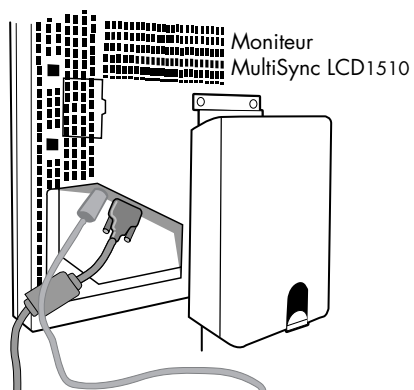

Figure C.1
**NOTA : Pour obtenir un adaptateur de câble Macintosh pour le MultiSync LCD1510, MultiSync LCD1510V ou MultiSync LCD2010, appelez NEC Technologies au (800) 820-1230.**
3. **MultiSync LCD1510 et MultiSync LCD1510V :** Branchez le mini-connecteur D-SUB à 15 broches de câble vidéo et le câble de l'adaptateur CA aux connecteurs appropriés à l'arrière du moniteur (**Figure C.1**).